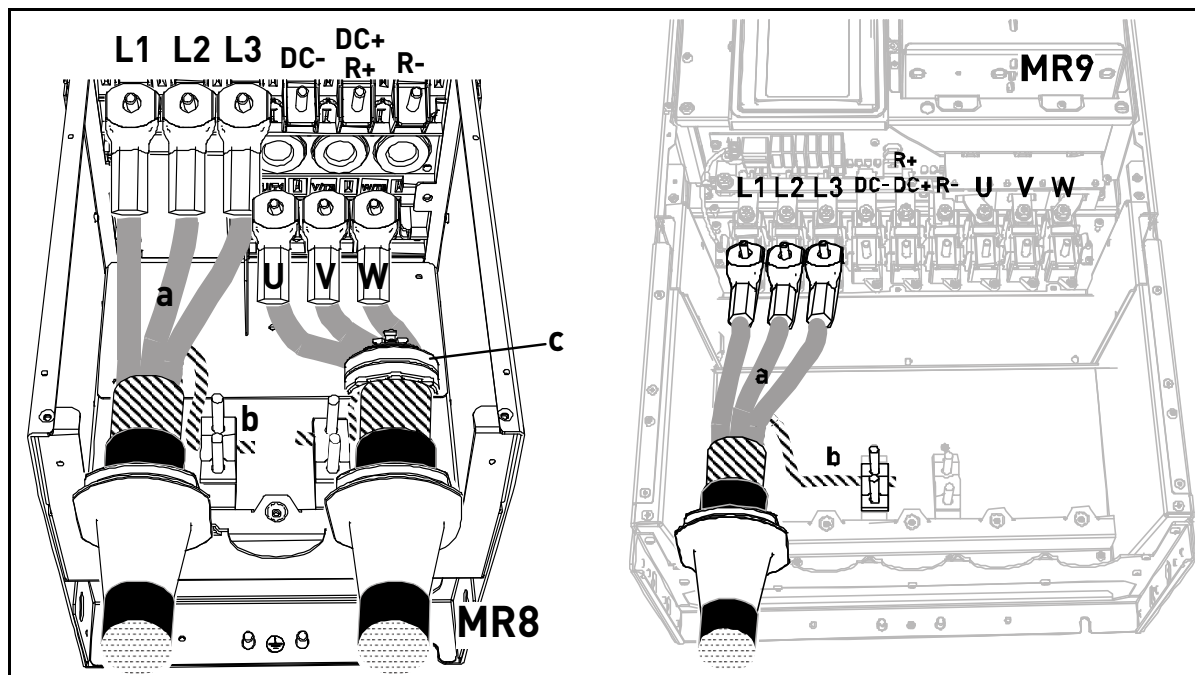

Рисунок 36.
- Оставшиеся части экранов всех кабелей скрутите в "косички" и присоедините к заземлению, как показано на рис. 36 (b), с помощью зажима из пакета с дополнительными принадлежностями.